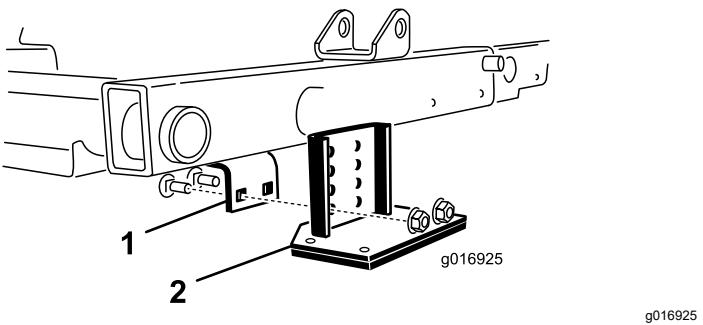

Figure 30
2. Localisez le support de cadre au-dessus de l'unité de coupe centrale (Figure 30).
3. Appuyez sur le rouleau avant de l'unité de coupe centrale et déterminez quels sont les trous du support de basculement qui doivent s'aligner sur les trous du support de cadre pour obtenir le même contact du rouleau quand le support de basculement est monté (Figure 30).
- 4. Abaissez les unités de coupe et montez le support de basculement sur le cadre au moyen des 2 boulons de carrosserie et des 2 écrous fournis avec le kit (Figure 30).